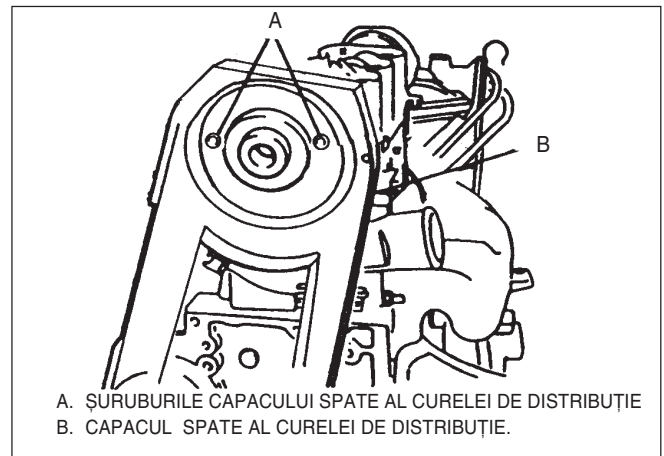

Fig. 12 Capacul de spate al curelei de distribuție
↔ Se demontează(Fig. 12)
- 1) Capacul spate și șuruburile capacului de spate(A, Fig.12), și șuruburile pompei de apă(151).